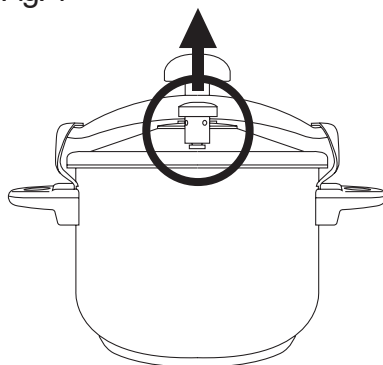

Fig.5
- Este aparato dispone de unas asas laterales para hacer fácil y cómodo su transporte (Fig. 5).